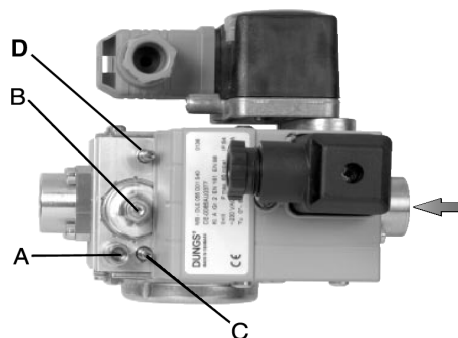
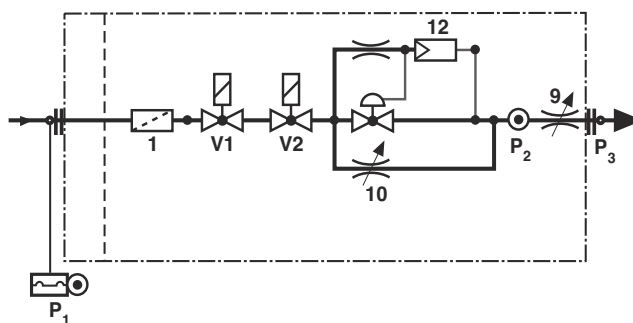

Fig. 8 -DUNGS MBC 65-DLE
Fig. 9
- A. presa pressione P2 (Fig. 9) a monte valvola D
- C. valvola di accensione (n.10 in Fig. 9)
D. valvola di portata massima (n.9 in Fig. 9)
- svitare la vite **A** (Fig. 8) della presa di pressione e collegare il manometro;
- impostare al minimo il regolatore di pressione, girando la vite di regolazione **B** (Fig. 8) in senso antiorario;
- regolare la fiamma durante la fase di accensione utilizzando il by-pass **C** (vd. Fig. 9 n.10). Girando in senso orario, la portata del gas diminuisce, mentre aumenta girando in senso antiorario. Si raccomanda di non eccedere con la portata di accensione, pena l'inefficienza dello stabilizzatore **B** (Fig. 8).
Agire sul regolatore di pressione fino a raggiungere la portata desiderata, mediante la vite di regolazione **B** (Fig. 8): per aumentare la portata, girare la vite in senso orario, per ridurla, girare la vite in senso antiorario.
La valvola di regolazione D del riduttore della quantità del gas principale è stata completamente aperta in fabbrica: la sua posizione non deve essere modificata. Dopo avere eseguito tutte le regolazioni, rimuovere il manometro e riavvitare la vite di chiusura A (Fig. 8) nella presa per il manometro. La valvola di regolazione D del riduttore della quantità del gas principale è stata completamente aperta in fabbrica: la sua posizione non deve essere modificata. Dopo avere eseguito tutte le regolazioni, riavvitare la vite di chiusura A (Fig. 8) nella presa per il manometro..